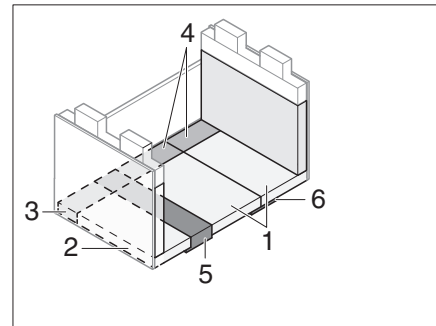

Bild 201 Nach dem Umbau
- Sitz-, Rücken- und Zusatzpolster wie in Bild 201 gezeigt auflegen.
- ▷ Um einen höheren Liegekomfort zu erreichen, kann die Polster-Beilage aus dem Rückenpolster (Bild 201,2) entfernt werden.